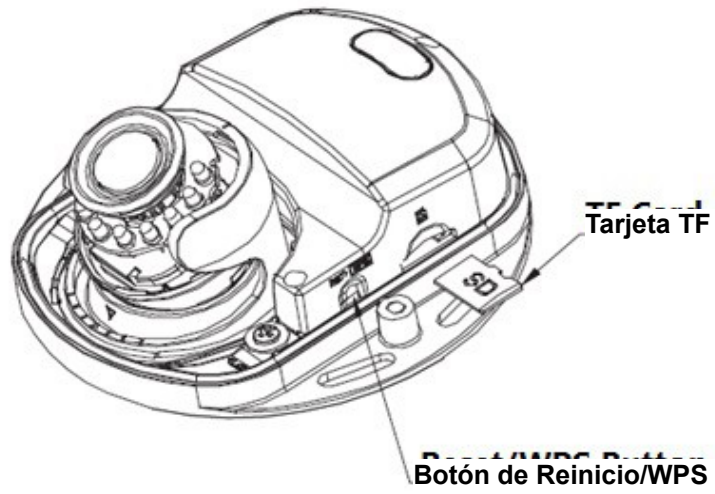

Figura 2-12
- Mantenga pulsado el botón de "Reinicio" durante 5-10 segundos, mostrado en la Figura 2-12, y se activará la función de reinicio de la cámara.
Coloque la tarjeta microSD en la dirección correcta, como se muestra en la Figura 2-12, y termine la instalación.